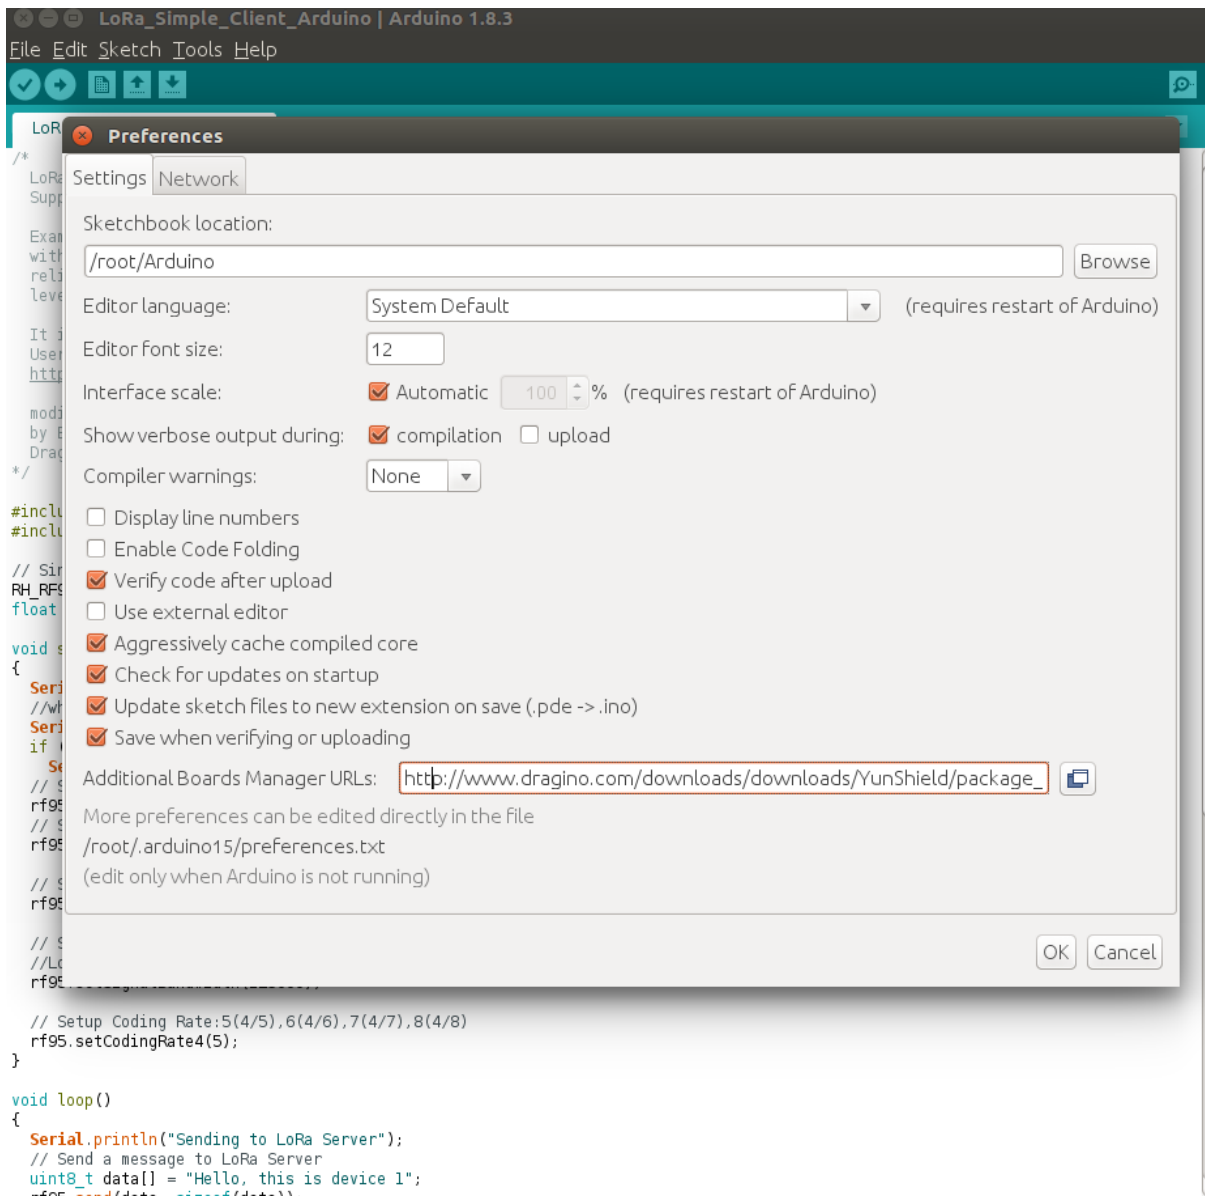

Figure 4 : Ajout d'un gestionnaire de carte.
2. Dans la partie **Additional Boards Manager URLs** (Fig. 4), ajouter le lien http://www.dragino.com/downloads/downloads/YunShield/package_dragino_yun_test_index.json